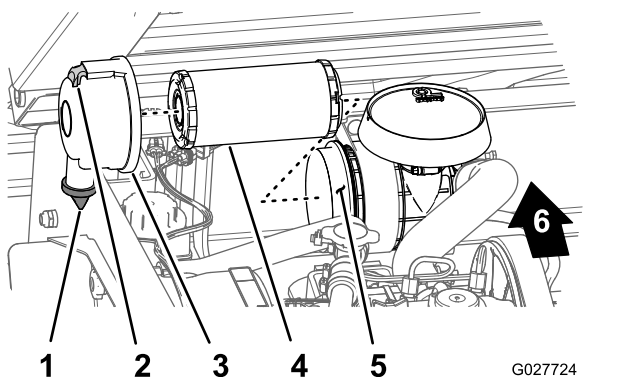

Figura 31
2. Controllate il corpo del filtro dell'aria per escludere eventuali danni che possano causare una perdita d'aria (Figura 31).
3. Tirate il fermo verso l'esterno e ruotate il coperchio del filtro dell'aria in senso antiorario (Figura 31).
5. Estraiete con cautela l'elemento del filtro dal relativo alloggiamento (Figura 31), in modo da ridurre lo spostamento di polvere.
1. Pulite il foro di espulsione della morchia, situato nel coperchio del filtro dell'aria (Figura 31).
2. Togliete la valvola di uscita in gomma dal coperchio, pulite la cavità e rimontate la valvola di uscita (Figura 31).
3. Montate l'elemento del filtro dell'aria nel relativo alloggiamento premendo sul bordo esterno dell'elemento per inserirlo nell'alloggiamento del filtro dell'aria (Figura 31).
5 e le ore 7 vista dall'estremità) come illustrato in Figura 31.
5. Bloccate il coperchio sull'alloggiamento con i fermi (Figura 31).